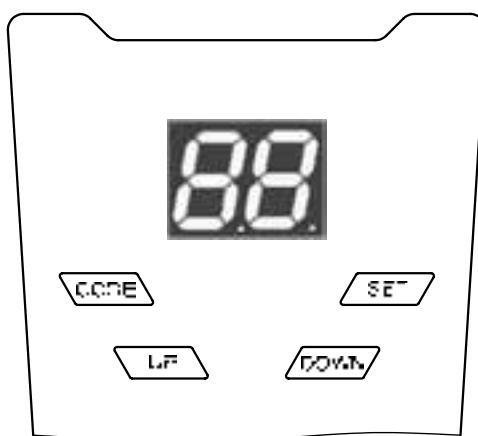

Рис. 5. Панель управления
- Сразу после включения вилки в розетку кратковременно загорится лампа освещения (подсветка), а индикатор на панели управления привода (Рис. 5) отобразит цифры от «99» до «11», после чего привод перейдет в режим ожидания (на индикаторе высвечиваются символы «--»). Если вышеописанной индикации нет, отключите привод из розетки и внимательно проверьте все подключения (сверьтесь с разделом «Неисправности и рекомендации по их устранению»).
- Если к приводу подключены фотоэлементы, необходимо проверить приемник (RX). Если индикатор приемника не светиться или моргает, это означает, что сигнала нет или сигнал прерывается из-за неточной регулировки фотоэлементов. Функция использования фотоэлементов должна быть предварительно активирована (см. раздел «Настройки»).
Настройка привода осуществляется при помощи панели управления (Рис. 5), на которой расположены четыре кнопки и индикатор (сдвоенный 7-сегментный индикатор).